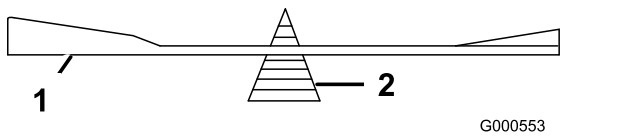

Figura 102
2. Verifique el equilibrio de la cuchilla colocándola sobre un equilibrador de cuchillas (Figura 102).
Nota: Si la cuchilla no está equilibrada, rebaje algo el metal en la parte de la vela solamente con una lima (Figura 102).